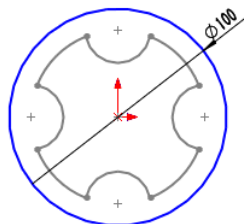

图 2.11.12 块实体删除后的草图
Step7. 退出块编辑环境，若再次进入草图环境，则草图如图 2.11.12 所示。